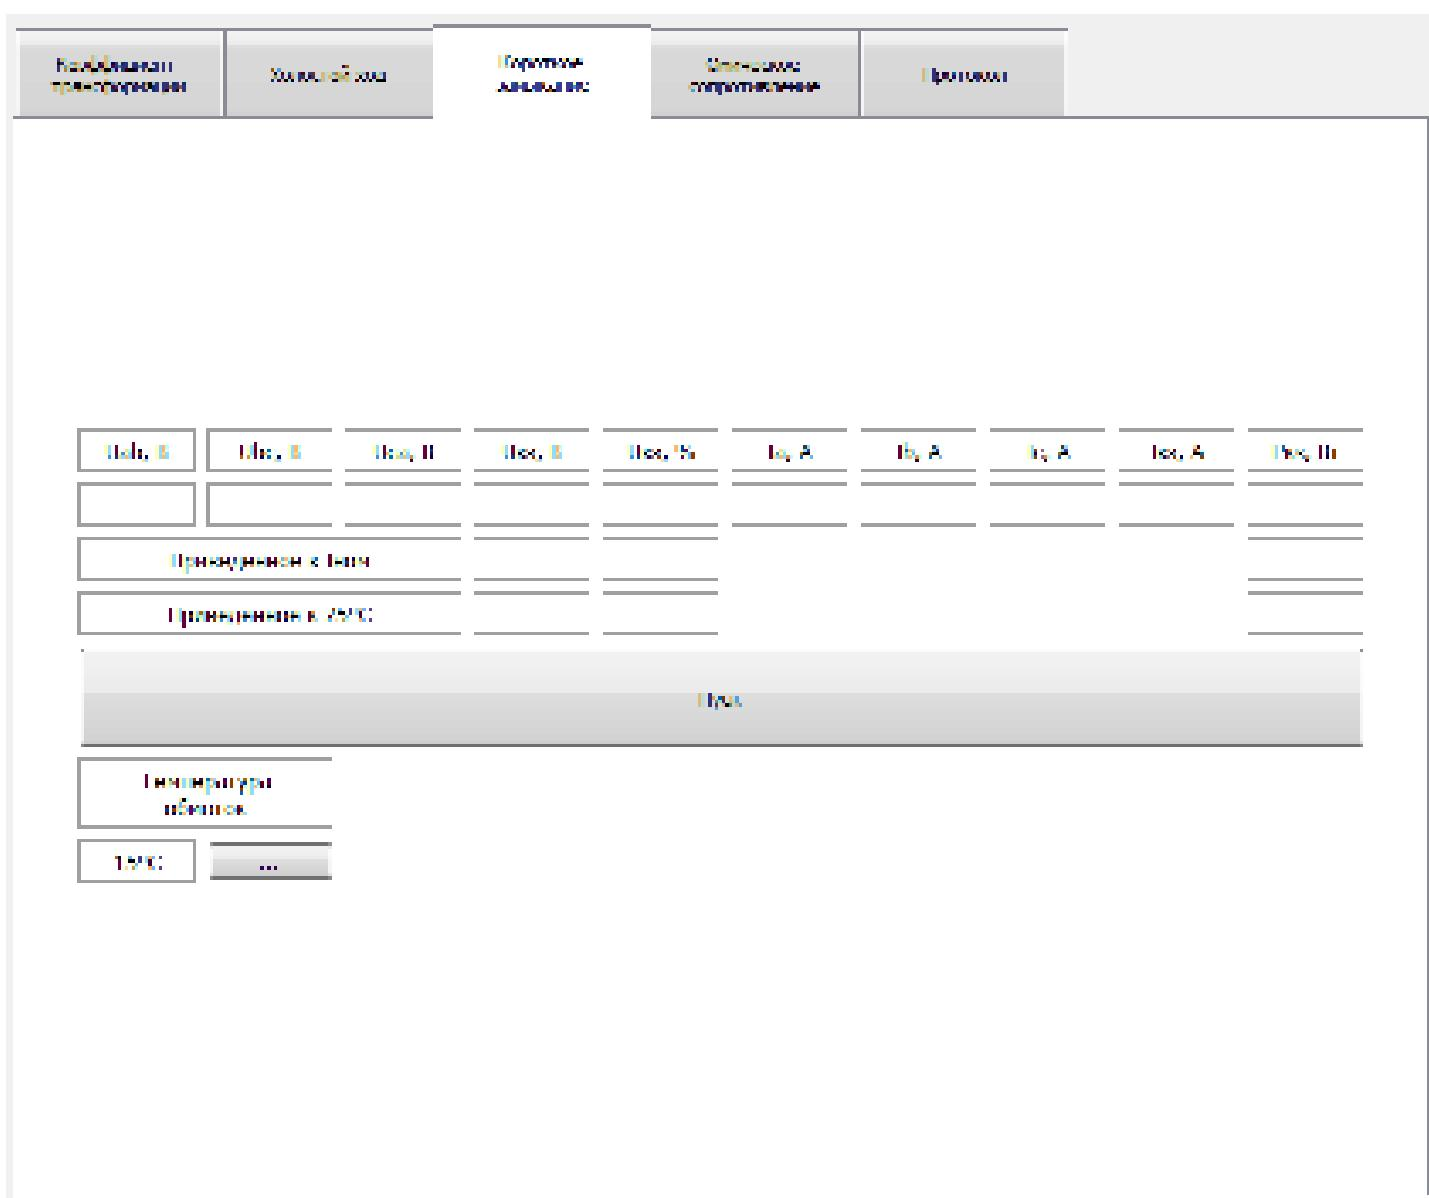

Рис. 22. Вкладка «Короткое замыкание»
**5.4.5.** Переключаемся на вкладку «Короткое замыкание» (рис. 22). Нажатием на кнопку «...» в поле «Температура обмоток» открываем диалоговое окно и устанавливаем корректную температуру. Затем подаем испытательное напряжение такое, чтобы фазные токи не превышали номинального значения. Контроль осуществляется на панели «Параметры входного сигнала». Измерение производится по нажатию кнопки «Пуск».